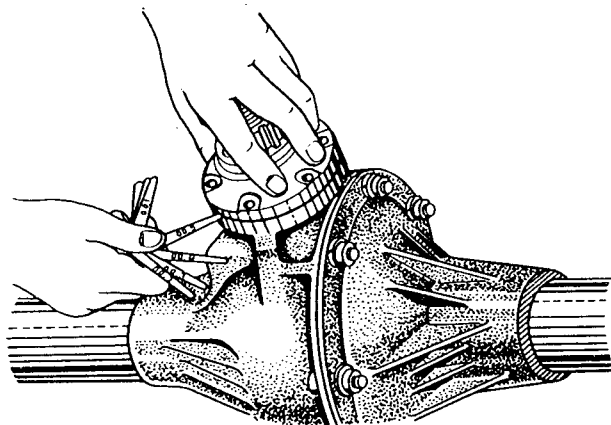

Bild 147. Messung des Spiels zwischen dem Lagerdeckel und dem Gehäuse zur Beilagenauswahl
1. Dichtbeilagenpaket zwischen der Stirnfläche des Antriebsradlagerdeckels und dem Gehäuse unterbringen. Die Paketdicke soll um das 1,3fache größer als das Spiel zwischen den Stirnflächen des Deckels und des Gehäuses sein (Bild 147). Bei Bedarf ist die Dicke des Beilagenpaketes um das 1,4fache zu erhöhen.